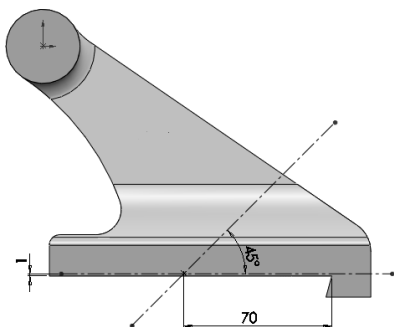

图 2-161 绘制参考图线
STEP 1 在“前视基准面”中绘制如图 2-161 所示的草绘图形(如交点处无法添加尺寸, 可首先单击“草图”工具栏中的“点”按钮捕捉交点, 并添加一个参考点)。